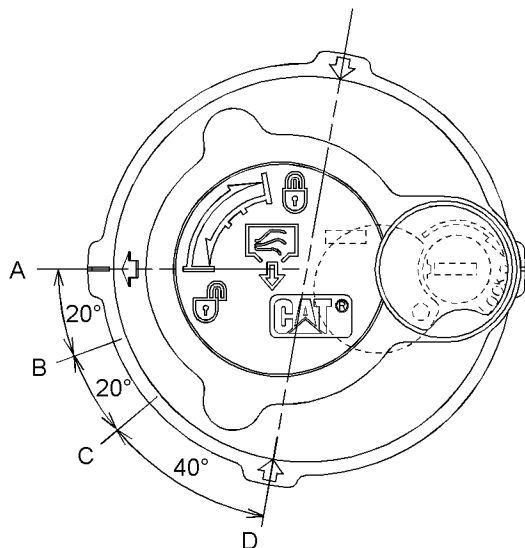

Fig. 440
5. Aflast det tryk, der kan findes i returhydraulikkredsløbet, ved hjælp af følgende procedure. Se fig. 440 for at få vist påfyldningsdækslets positioner.
- a. Drej påfyldningsdækslet i retning mod uret, uden at trykke ned på dækslet, og flyt pilen fra stilling (A) til stilling (B).
- b. Aflast trykket i mindst 45 sekunder ved at flytte pilen fra position (B) til position (C).
- c. Tryk ned på midten af påfyldningsdækslet. Flyt pilen fra stilling (C) til stilling (D) uden at vippe påfyldningsdækslet.
8. Rens påfyldningsdækslet. Spænd påfyldningsdækslet fast på hydrauliktanken til position (A).